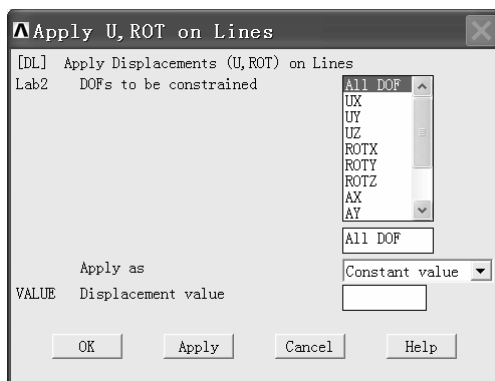

图 4-26 “Apply U, ROT on Lines”窗口
(7) 依次选择方板的四条边界, 然后单击“OK”按钮, 弹出“Apply U, ROT on Lines”窗口(见图 4-26)。